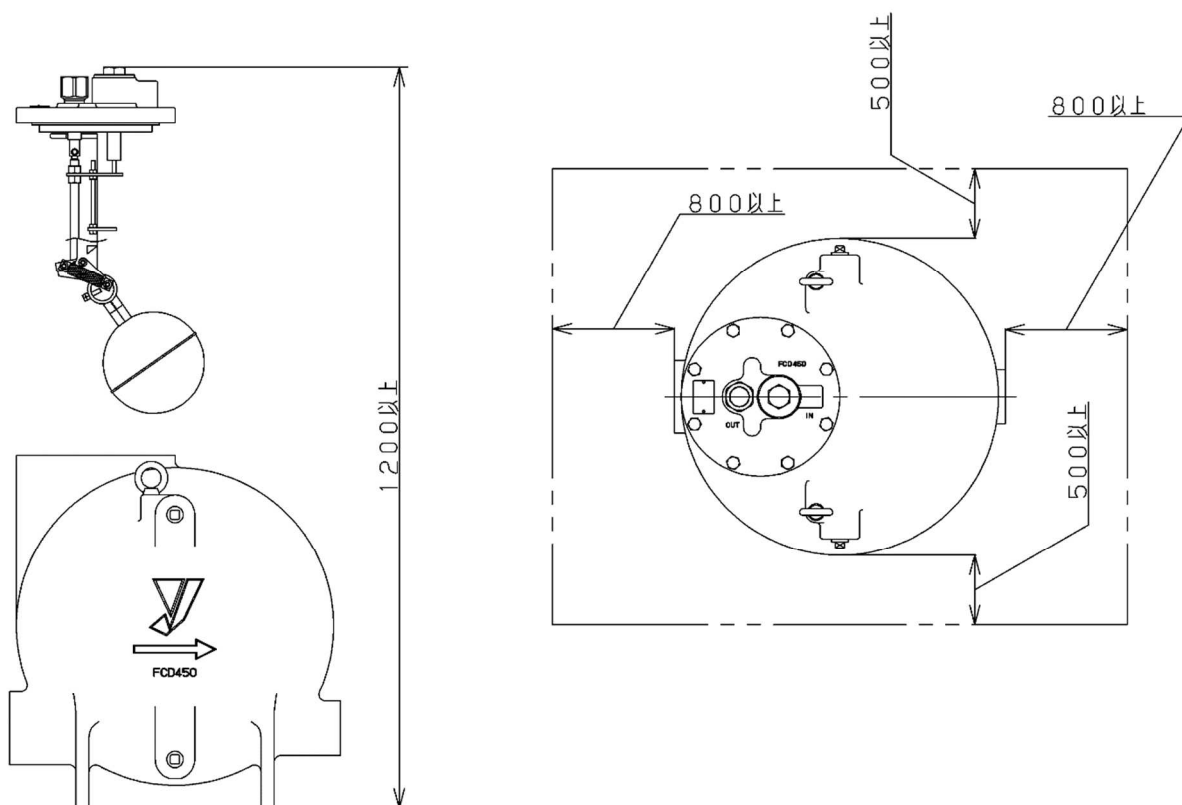

図 7: メンテナンススペース
- (10) 駆動流体が蒸気の場合、駆動流体口配管にはドレン排出用にスチームトラップを設置してください。(6.1 配管図例参照)
(11) 製品分解、修理を行なう際に必要なメンテナンススペースを必ず設けてください。(図 7 参照)